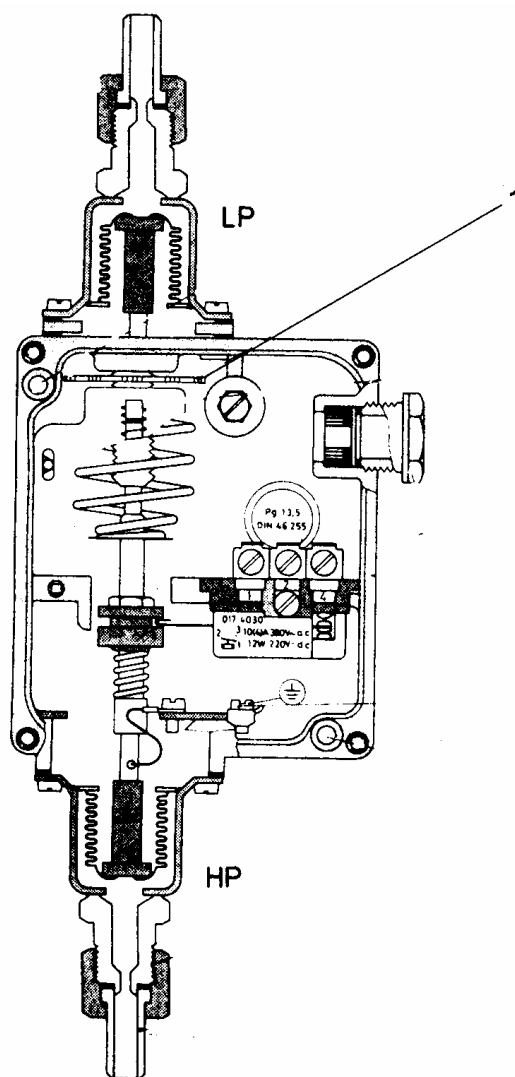

Рис. 6
2.6 ДИФФЕРЕНЦИАЛЬНОЕ РЕЛЕ ДАВЛЕНИЯ DANFOSS RT 262 A (Рис. 6)